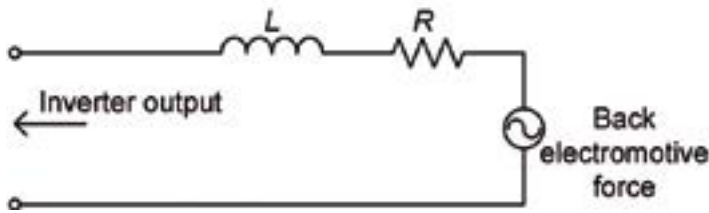

Figura 2. Circuito equivalente para un motor (1 fase).
De este modo, si tanto la tensión como la corriente es 0, la potencia activa para esa componente de frecuencia será 0. Asumiendo medidas de una precisión de 0.1%, la corriente con componentes armónicos de 7° orden o superiores se puede ignorar, como se ha visto anteriormente. Por lo tanto, es suficiente con medir tensión, corriente y diferencia de fase de manera precisa dentro de la banda de 5 a 7 veces la frecuencia de conmutación para medir potencia en la frecuencia de conmutación y sus armónicos con un error de 0.1% o menor. Sin embargo, las pérdidas en un motor real incluyen las pérdidas magnéticas debidas al material del núcleo así como las pérdidas debidas a diversos factores como por ejemplo los efectos en la superficie de los cables además de la porción de resistencia mostrada en la Figura 2. En consecuencia, una banda de frecuencia algo mayor es necesaria para medir la potencia con más precisión en la frecuencia de conmutación y sus armónicos. La banda que realmente se necesita está afectada por factores tales como las características de frecuencia de las respectivas pérdidas.
En este sentido, el uso de frecuencias de conmutación cada vez más altas para inversores SiC tiene el efecto de requerir una banda de frecuencia mayor. En general, los sensores de corriente se usan cuando se mide la corriente en un sistema de accionamiento motor. En este tipo de aplicaciones, el error de fase de los sensores de corriente se convierte en una problemática. Todos los sensores de corriente tienen una tendencia a mostrar mayor error de fase a altas frecuencias, y esta tendencia se convierte en una fuente de error cuando se mide potencia a altas frecuencias. Como se muestra en la Figura 2, la componente inductiva de los bobinados del motor es dominante a altas frecuencias. Como resultado, la potencia en la frecuencia de conmutación y sus armónicos está caracterizada por un bajo factor de potencia. Basado en la Ecuación (1), el error de fase tiene un impacto muy grande en el error de medición de potencia a valores de factor de potencia bajos (valores de θ de aproximadamente 90°).